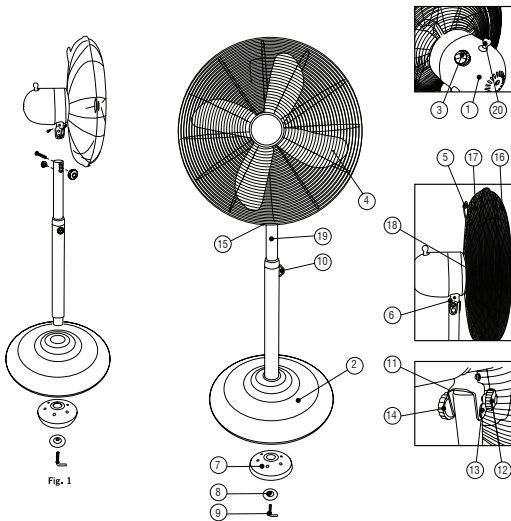

Fig. 1
- 3.2.1. Montez la colonne réglable dans le trou du support de base, placez la base de contrepoids sous la base de support et fixez avec la vis en forme de "L" en insérant la rondelle Entre la base et la vis en forme de "L" (Fig.1)
3.2.1. Coloque a coluna ajustável no furo no suporte da base, coloque a base do contrapeso por baixo da base de suporte e fixe com o parafuso em forma de L inserindo a anilha Entre a base e o parafuso em forma de "L" (Fig.1)